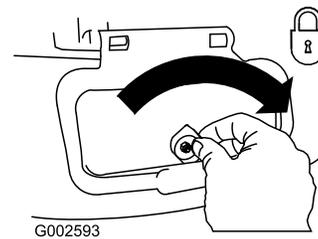

**Bild 32**
2. Öffnen Sie die Seitenauswurfklappe (Bild 32).